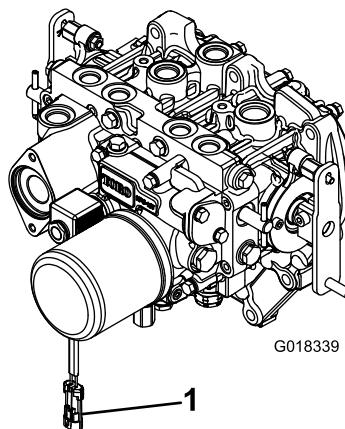

Figura 3
de cables del conector de la bobina de la válvula del solenoide de la TDF (Figura 3).
8. Despues de conectar el otro extremo del árbol de transmisión al eje de la caja de engranajes del accesorio, conecte el conector eléctrico del arnés de cables al conector de la bobina de la válvula del solenoide de la TDF (Figura 3).